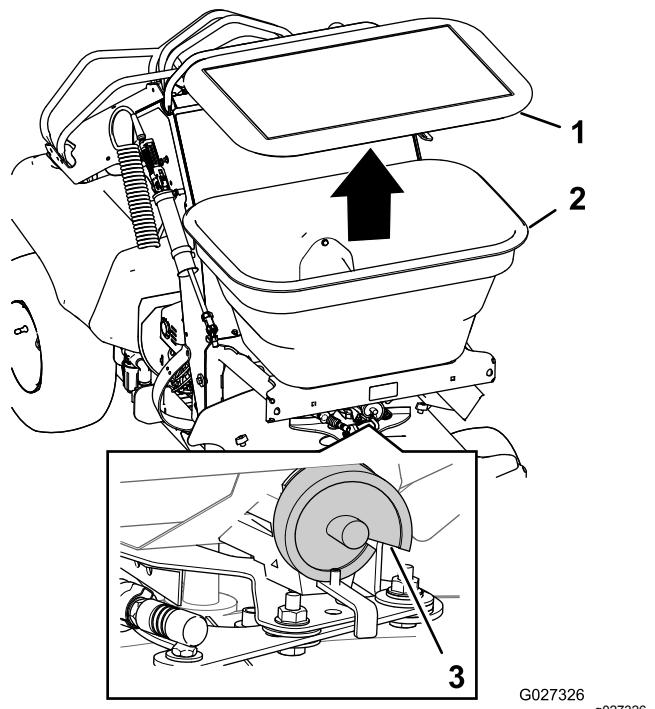

Figure 31
- Consultez les Tableaux d'  pandage \(page 34\) pour d  terminer le r  glage de la came de dosage (Figure 31).
- Enlevez le couvercle de la tr  mie, ajoutez le produit d'  pandage et remettez le couvercle sur la tr  mie (Figure 31).